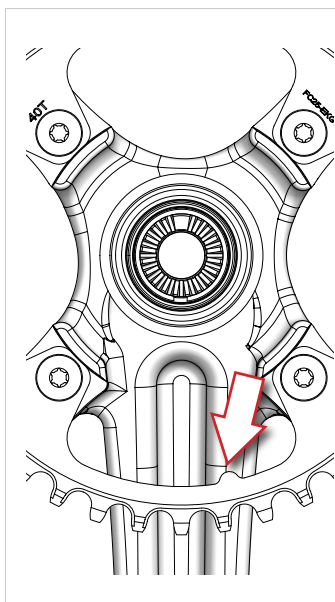

Fig.7
- **PER EKAR GT:** posizionate il nuovo ingranaggio in modo che, le marcature presenti sull'ingranaggio stesso, siano visibili sul lato interno della guarnitura ed in modo che il dente di riferimento sia correttamente posizionato (Fig.7).